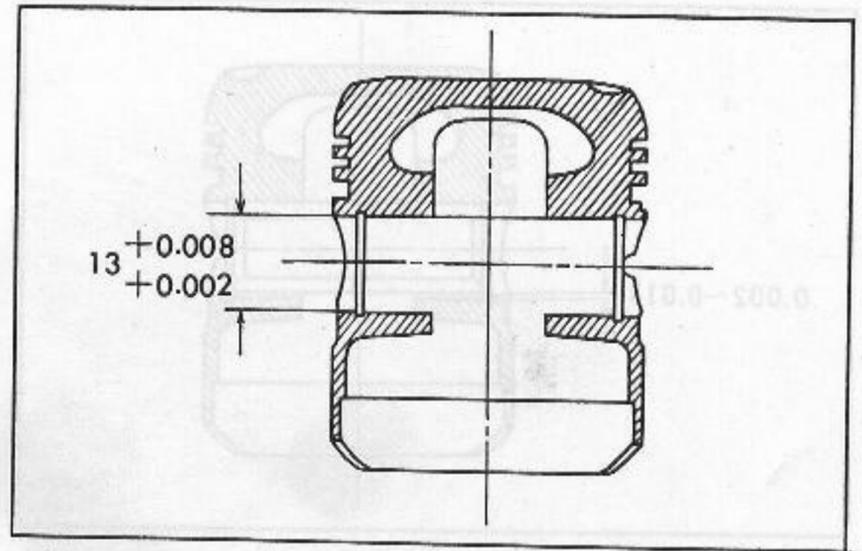

Abb. 3.46 Kolbenbolzenbohrung
- (3) Kolbenbolzenbohrung ϕ (Abb. 3.46)